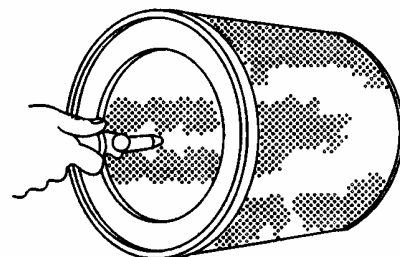

FIGURA 5-4. LIMPIEZA DEL ELEMENTO DEL FILTRO CON AIRE COMPRIMIDO
2. Como se muestra en la Figura 5-4, dirija el chorro de aire desde la boquilla contra el interior del elemento del filtro. Este es el lado de aire limpio del elemento y el flujo de aire debe ser opuesto al flujo de aire normal.